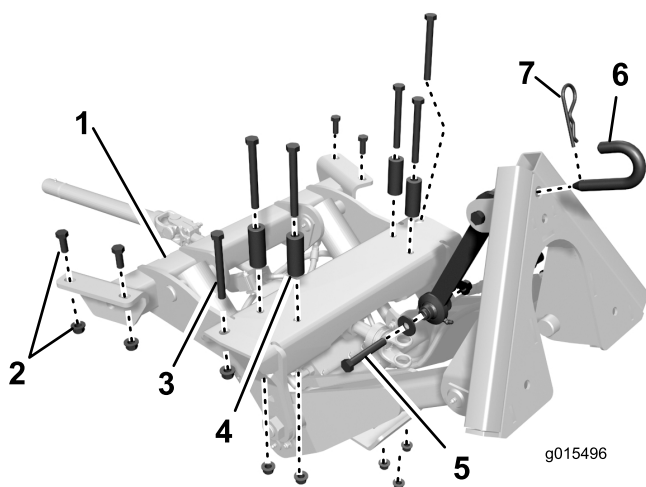
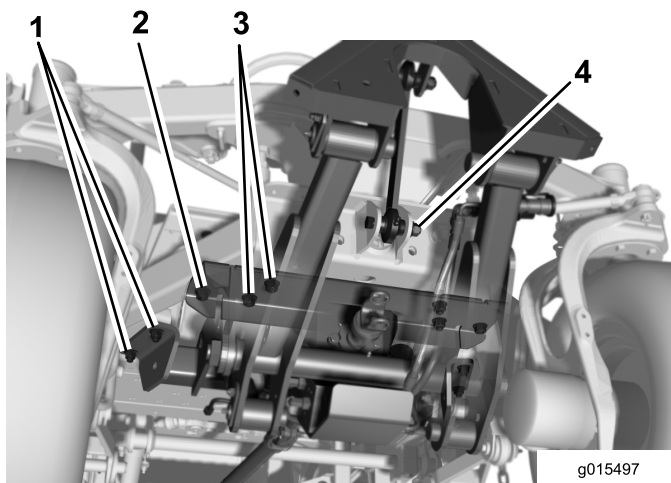

Figura 5
Figura 6
1. **Figura 5** mostra a vista superior do local, posicionamento e dimensão dos fixadores utilizados para prender a estrutura de ligação frontal à parte inferior da estrutura da unidade de tração.
3. Posicione a estrutura de ligação frontal por baixo da parte frontal da máquina (**Figura 6**).
4. Eleve a estrutura de ligação frontal alinhando os furos de montagem com os furos nos canais da estrutura e placa transversal da estrutura frontal (**Figura 6**).
5. Na parte frontal do acessório, prenda o furo exterior, em cada lado, aos canais da estrutura com um parafuso (½ pol. x 4½ pol.) e porca flangeada (½ pol.) como se mostra na **Figura 6**.
6. Na parte traseira do acessório, prenda sem apertar cada lado aos canais da estrutura com dois parafusos (½ pol. x 1¼ pol.) e porcas flangeadas (½ pol.) como se mostra na **Figura 6**.
7. Utilizando os furos de montagem remanescentes, prenda o acessórios na placa transversal da estrutura com parafusos (½ pol. x 4½ pol.), espaçadores e porcas flangeadas (½ pol.) como se mostra na **Figura 6**. Posicione os espaçadores entre a cabeça do parafuso e a placa transversal.
9. Prenda o conjunto da ligação superior ao suporte do eixo com um parafuso (½ pol. x 3¼ pol.), duas anilhas de suporte, espaçador e uma porca de bloqueio (½ pol.) como se mostra na **Figura 5** e na **Figura 6**.